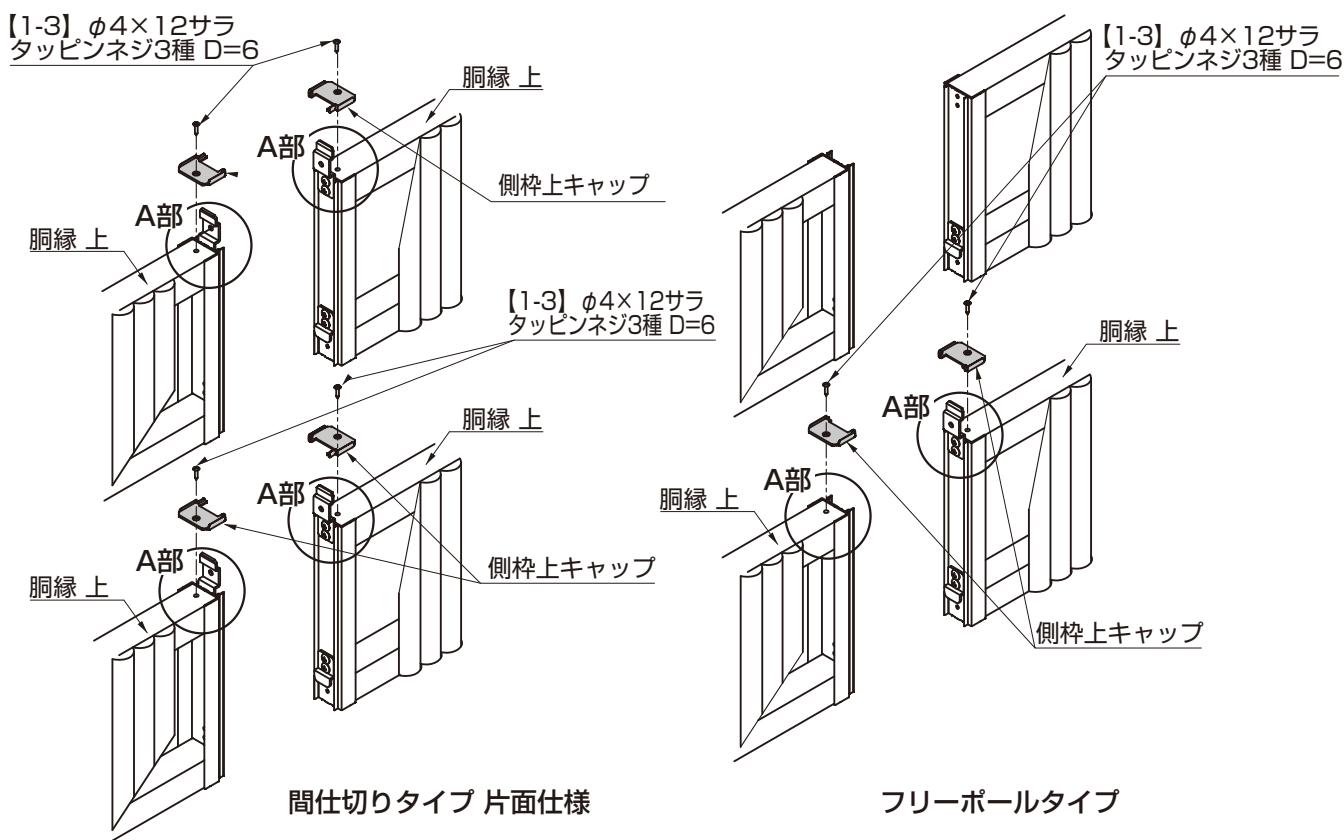

図4-3
- ② 側枠に側枠上キャップをかぶせ、【1-3】で胴縁上に取付けてください。(図4-3参照)
③ 分割した本体パネルを柱に組付けてください。